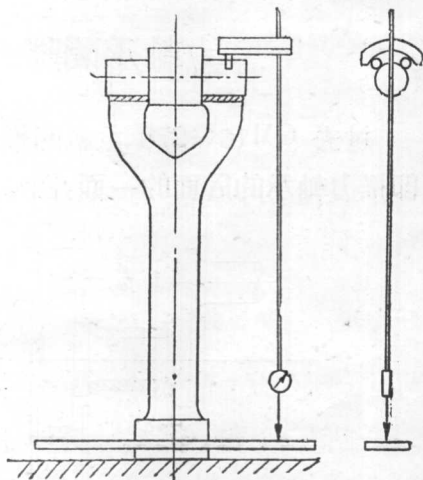

图 2
的校正工作中，規格要求平行度在梢子長 670 公厘內偏斜不得大于 0.075 公厘。由于过去很少修理这样大型的內燃机，也沒有做过这样要求高的工作，并且連杆較長（有 2 公尺多），如果用图 (1) 的老方法去測量連杆，因較長容易搖动，同时車間又沒有这样正确的大平板，做起來用有很大的困难。但鄭占魁同志在“提高質量”的思想推动下，研究后知道杆子的振动是因为杆子重心較高而產生的，經過多次研究，決定把基準放在十字头梢子上用千分表校下平面，由于重心向下，因而避免了振动(如图 2)。同时他又想法把連杆垫高，只要在測量时将准确的小